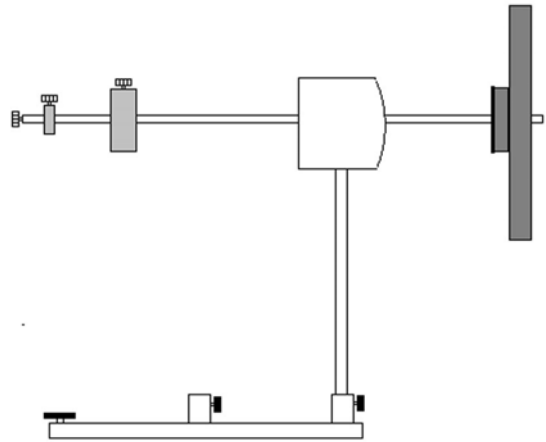

Fig.3: Nutation
- Gyroskop gemäß Fig. 3 aufbauen und ins Gleichgewicht bringen.